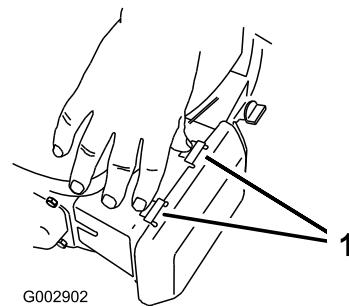

Figure 23
1. Appuyez sur les languettes de verrouillage en haut du couvercle du filtre à air (Figure 23).